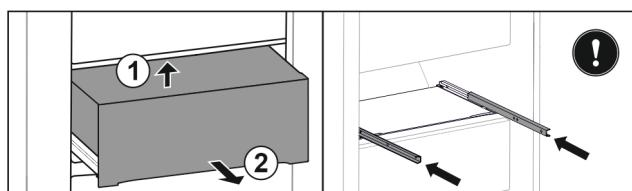

Fig. 35 \*
- Поднимите выдвижной ящик сзади снизу Fig. 35 (1).\*
- Извлеките движением вперед Fig. 35 (2).\*